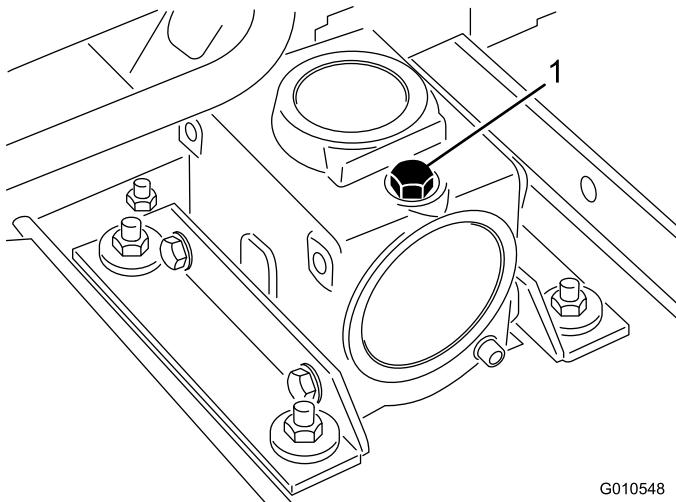

Figura 24
- 2. Coloque a máquina e a unidade de corte numa superfície plana e baixe a unidade de corte. Retire a vareta/tampão de enchimento da parte superior da caixa de velocidades (Figura 24) e verifique se há lubrificante entre as marcas da vareta. Se o nível de lubrificante estiver baixo, adicione lubrificante de engrenagens SAE 80-90 wt. até que o nível fique entre as marcas. A capacidade da caixa de velocidades é de 283 ml.